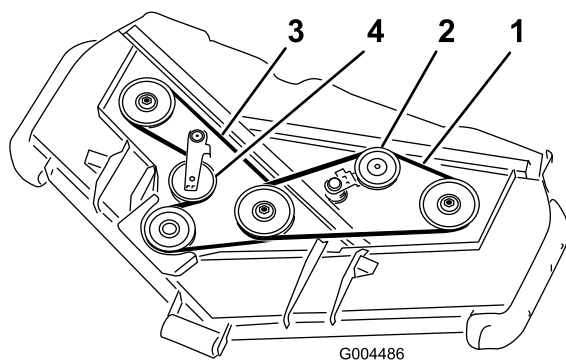

Figure 58
3. À l'aide d'une barre de levier ou d'un outil similaire, éloignez la poulie de tension de courroie supérieure (Figure 58) de la courroie pour détendre cette dernière et pouvoir la déchausser des poulies.
4. Acheminez une courroie neuve autour de la poulie de boîtier d'engrenages, des poulies d'axe inférieures et de l'ensemble poulie de tension, comme indiqué à la Figure 58.
5. Acheminez une courroie neuve autour des poulies d'axe supérieures et de l'ensemble poulie de tension, comme indiqué à la Figure 58.